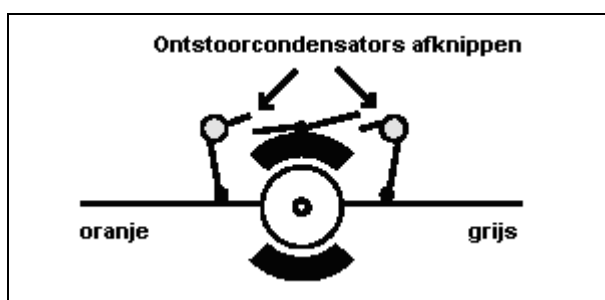

Fig. 4 5-polige Märklin® hoogvermogenmotor
- De beide ontstoorcondensatoren die telkens van de motoraansluiting naar de motorkast gaan moeten zeker weggenomen worden (zie Fig. 4)